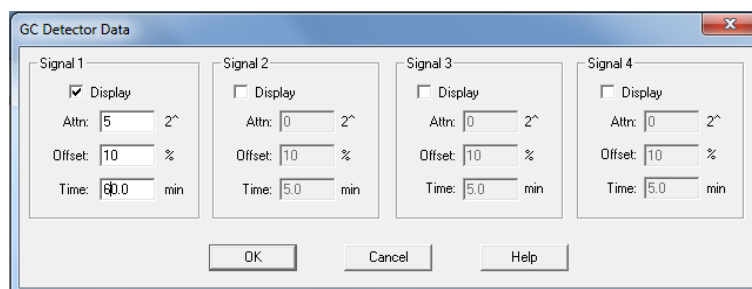

Figura 21. Janela "GC Detector Data" com exemplo de preenchimento de informações.
4.1.59 Se o método pertence ao GC-MS, na tela aparecerá a janela "GC Detector Data" (Figura 21). Se o método pertence ao GC-FID, marque a caixa "Display" sob a área "Signal 1". Em seguida, insira os valores "5", "10" e "60.0" nos campos "Attrn", "Offset" e "Time", respectivamente. Se o método pertence ao GC-MS, deixe todas as caixas de opção desmarcadas. Clique no botão "OK". Se o método pertence ao GC-FID, vá para o item 4.1.72 deste protocolo.